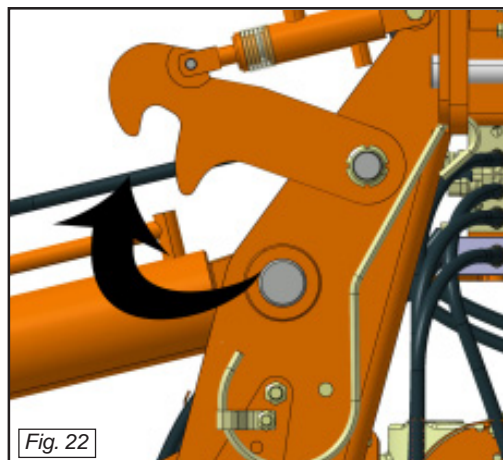

Fig. 22
- Prima si scollegheranno gli agganci, poi si abbasseranno i corpi trasmissione.(Fig. 22).
- D'abord les crochets s'ouvrent, puis les corps de transmission vont descendre. (Fig. 22)
- Zuerst müssen die Haken ausrasten und dann senken sich die Antriebskörper.(Abb. 22)
- Primero se desacoplarán los enganches y después los cuerpos de transmisión.(Fig.22)